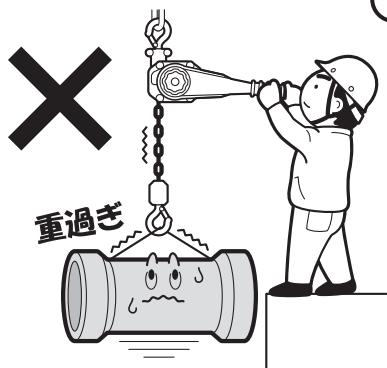
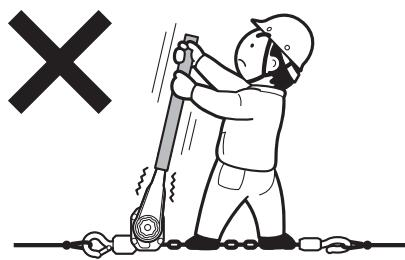

図2
図3
- (1)据え付けは、専門知識のある人以外は絶対に行わないでください。
- (2)レバーホイストを設置する場所に十分な強度があることを確認してください。
- (3)定格荷重を超える荷は、絶対につらないでください。図2
- (4)損傷を受けたり、異音がするレバーホイストを使用しないでください。
- (5)レバーにパイプなどを差し込んでの操作や足で踏みつけるような操作は絶対にしないでください。図3